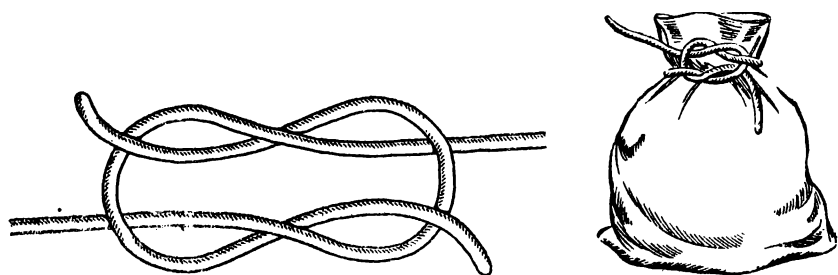
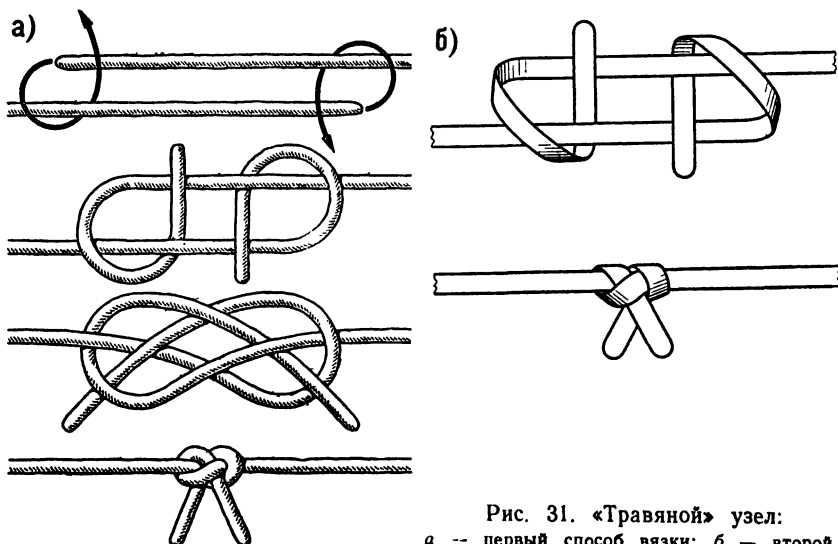

Рис. 24. «Тешин» узел
Рис. 31. «Травяной» узел:
**«Тещин» узел** (рис. 24). Удивительно, но факт. Некоторые люди, связывая две веревки вместе, каким-то образом умудряются завязать так называемый «тещин» узел, в чем-то напоминающий бабий. Если у последнего ходовые концы выходят из узла с одной стороны, то у тещинового узла они выходят с разных сторон по диагонали.
«Тещин» узел столь же коварен, как и бабий (если не более). Применять его ни в коем случае не следует ни при каких обстоятельствах. Автор поместил его в книге с целью показать, как не надо завязывать узлы. Тем не менее из этого опасного узла можно сделать прекрасный узел, носящий название «травяной» (см. рис. 31).
**«Травяной» узел** (рис. 3). Несмотря на свое название, этот элементарный узел вполне надежен и может испытывать сильную нагрузку. Кроме этого, он легко развязывается при отсутствии тяги. Принцип узла — полуштыки чужими концами (рис. 31, а). Иногда нам приходится связывать два ремня или две ленты, ну, скажем, вожжи. Для этой цели «травяной» узел очень удобен (рис. 31, б). Его можно завязать, изменив немного «тещин» узел (см. рис. 24) или начав с полуштыков, как это показано на схеме (см. рис. 31, а). При затягивании «травяного» узла за коренные концы узел перекручивается и принимает другую форму. Когда он затянут окончательно два ходовых конца смотрят в одну сторону.